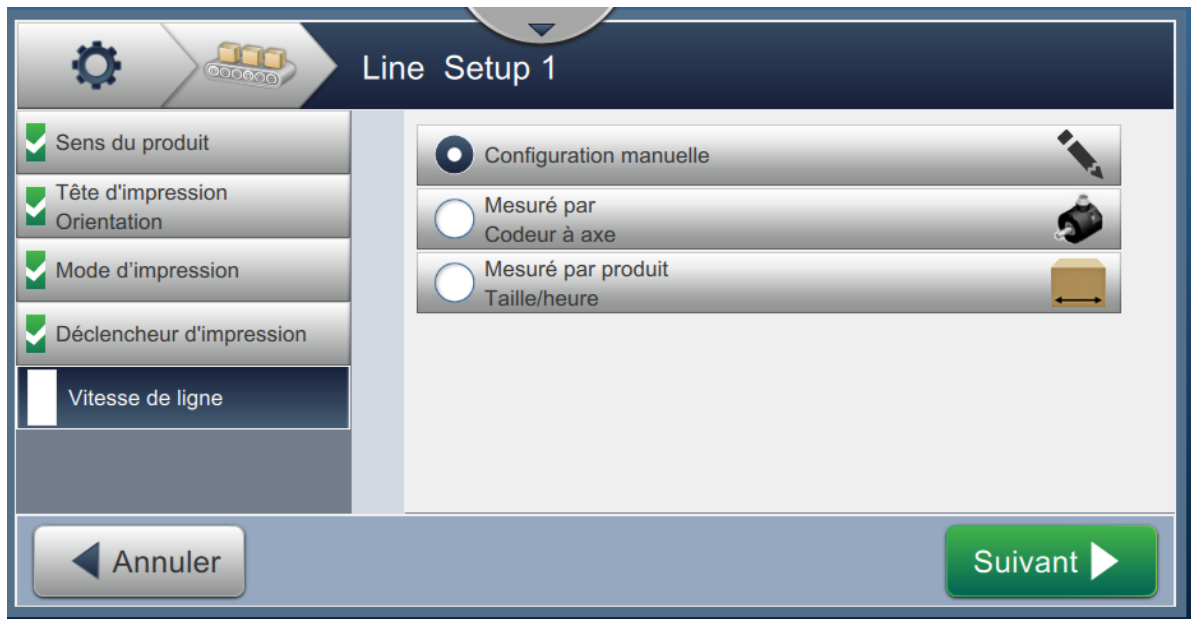

Figure 6-35 : Vitesse de ligne - Mesuré par Codeur à axe
2. Modifiez les paramètres nécessaires dans l'écran Paramètres comme illustré dans Figure 6-35.